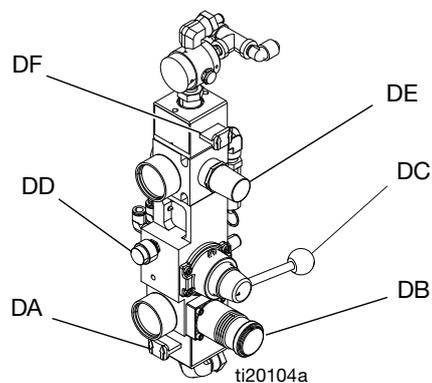

FIG. 32: Controles de la bomba de alimentación
- Ponga la válvula deslizante de aire principal (DA) y la válvula deslizante del motor neumático (DF) en posición OFF. Consulte la FIG. 32.
- m. Con el plato presionando el fluido, ponga la válvula deslizante del motor neumático (DF) en posición ON. Consulte la FIG. 32. La bomba de alimentación comenzará su ciclo de funcionamiento. Continúe bombeando hasta vaciar el cubo o hasta que se haya añadido al tanque la cantidad deseada de fluido. Ponga la válvula deslizante del motor neumático (DF) en posición OFF para detener la bomba de alimentación.
- n. Para sacar el plato del cubo, presione la válvula de descarga (DD) y levante la válvula directora. La bomba de alimentación empujará aire presurizado en el cubo para retirarlo del plato. No deje que el cubo salga del bastidor. Si lo hace, baje el plato y vuelva a intentarlo.